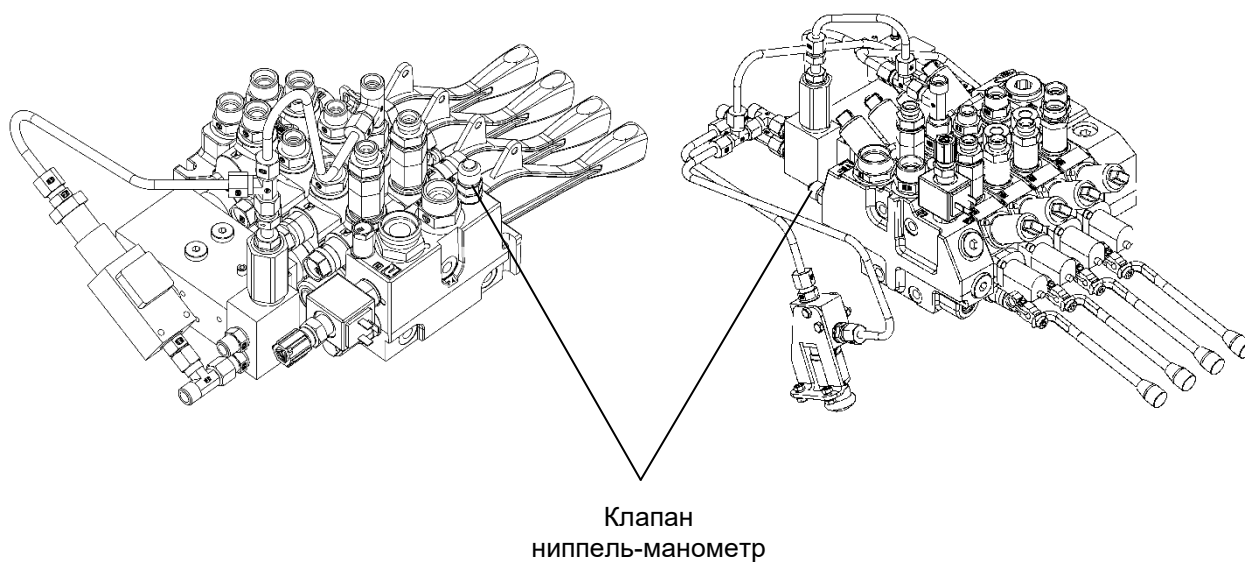

Рис.15: Расположение клапана ниппель-манометр
- ▶ Подключите к гидросистеме крана-манипулятора гидронасос машины технической помощи или аварийный ручной гидронасос (дополнительная опция, поставляется по особому заказу), через клапан ниппель-манометр (см. рисунок 15).